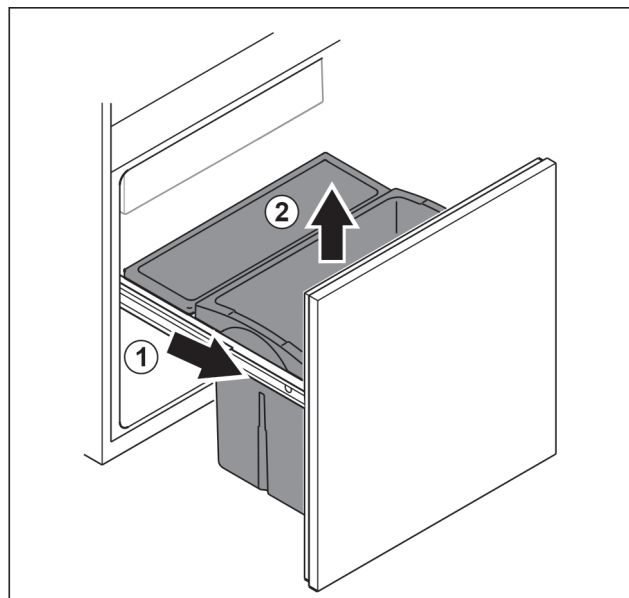

Fig. 30
- ▶ Полностью вытяните выдвижную тележку Fig. 30 (1).
- ▶ Извлеките выдвижной ящик движением вверх Fig. 30 (2).